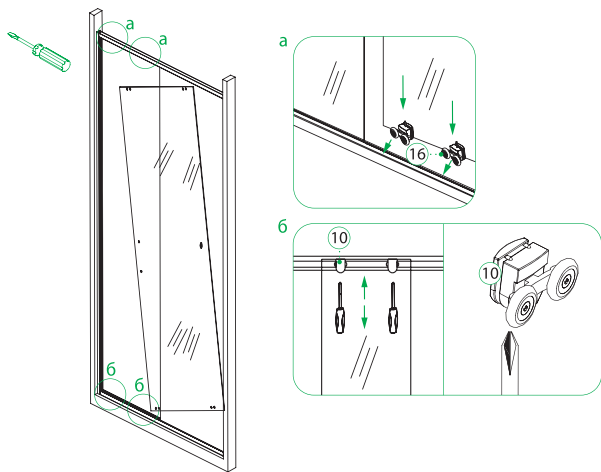

Рис. 11/11-сур.
5. Установите верхние и нижние ролики (10, 16) на закаленные стекла дверей. Далее установите двери на конструкцию с помощью кнопки на нижнем ролике, она опустит ролик вниз и даст возможность зайти в профиль, после чего отпустите кнопку и дверь встанет на место (рис.11-а). Для плавного хода дверей отрегулируйте верхние ролики по высоте с помощью отвертки (рис.11-б).